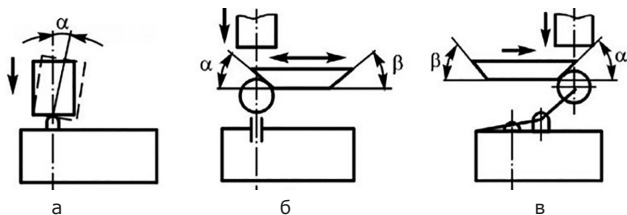

Рисунок 1
4.6.4 Микропереключатели типов МП1101, МП1102, МП1104, МП1204, МП1304 с приводом в виде толкателя или толкателя с увеличенным дополнительным ходом предназначены для работы с толкающими упорами (рисунок 1, а).
4.6.6 Микропереключатели типов МП1105, МП1203, МП1303, МП1305, МП1305, МП1313 с приводом в виде толкателя с роликом или шариком предназначены для работы с проходным реверсивным упором, но могут работать и с проходным нереверсивным, непроходным реверсивным и толкающим упорами (рисунок 1, б), при этом угол набегания упора и сбегаания не более 40° при скорости упора до 0,25 м/с и не более 20° при скорости более 0,25 м/с.
4.6.7 Микропереключатели с приводом в виде рычага с роликом (рисунок 1, в) типа МП1107 предназначены для работы с проходным нереверсивным упором, но могут работать и с непроходным реверсивным и толкающим упорами.